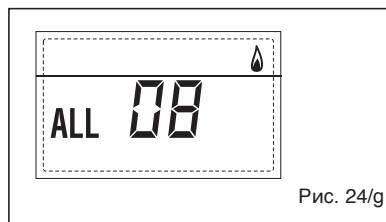

Рис. 24/г
– НЕПОЛАДКА ДОПОЛНИТЕЛЬНОГО ДАТЧИКА “ALL 10” (рис. 24/л)